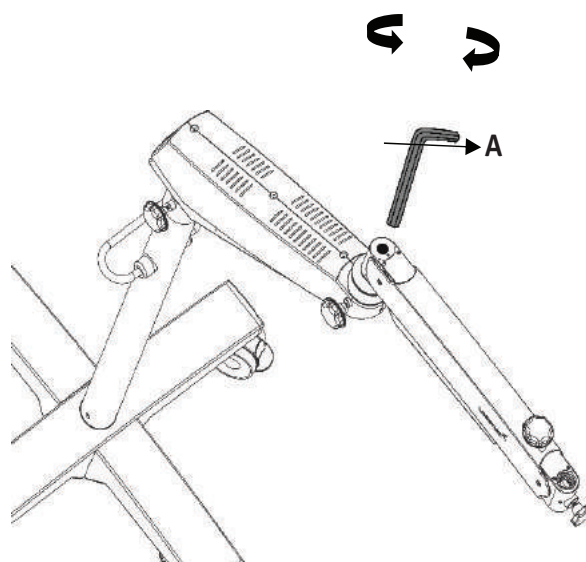

Fig. 23
- Utiliser une clé Allen de 8 mm pour la vis (A) Fig. 23. Tourner dans le sens horaire pour augmenter la tension comme souhaité. Tourner dans le sens anti-horaire pour diminuer la tension désirée.